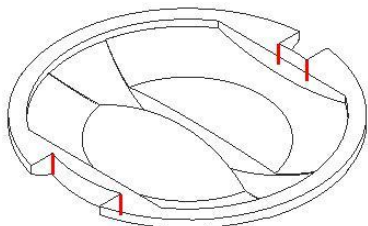
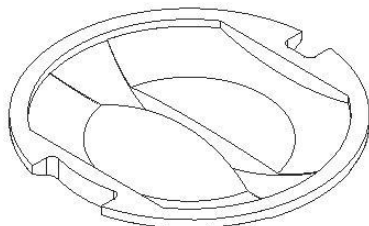

图5-90
图5-91
19. 使用边倒圆功能创建圆角特征。选择图 5-90 所示的实体边缘，然后设置圆角半径为“1.5”，结果如图 5-91 所示。